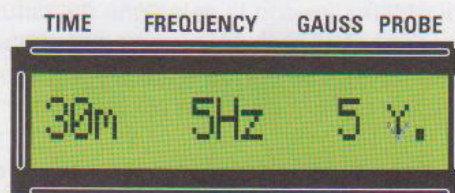

Fig.5 La Y maiuscola e la v minuscola si alternano quando il diffusore, durante il funzionamento della magnetoterapia, emette un regolare campo magnetico.
Fig.5 Se ci troviamo nelle adiacenze di Torino e vogliamo direzionare la parabola verso il satellite Astra, dovremo posizionarla sui 164° di Azimut con una Elevazione di 37° se la parabola è Circolare, e con una Elevazione di circa 17° se la parabola è Offset. Come spiegato nel testo, aumentando l'Elevazione di 2° ogni volta, ruoteremo la parabola da 154° a 174°.
- l'avvicinarsi delle lettere **Y** e **v** durante il funzionamento indica la regolare emissione del campo elettromagnetico (vedi fig.5).